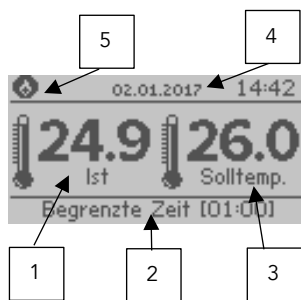

Abb. 3
2. Pfeil nach unten, Pfeil nach oben - Aus der Position des Startbildschirms (Abb.3) verändern Sie mit den „Pfeil nach unten / nach oben“ Tasten die Solltemperatur. Sollte sich das Gerät bis dahin in einem Zeitplanmodus oder dem Modus einer zeitabhängigen Temperatureinstellung befunden haben, wechselt der Modus mit Betätigung einer dieser Tasten in den Modus „konstante Temperatur“.
Beschreibung Start-Bildschirm (Abb.3)